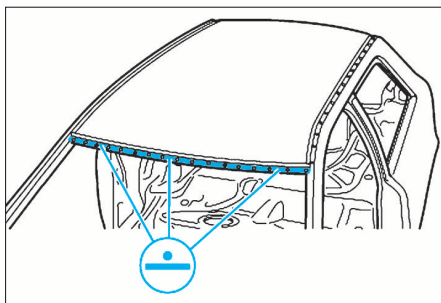

FIG. 45
- Souder le pavillon (soudure par points) (Fig.45).